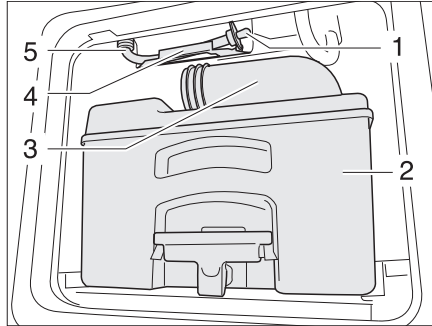

Fig. 276 Tuyau d'écoulement réservoir d'eau toilettes
- Vider la cassette (Fig. 276,2) dans une station d'évacuation autorisée et la nettoyer.
- Laisser la tubulure d'évacuation (Fig. 276,3) ouverte.
- Retirer le tuyau d'écoulement (Fig. 276,5) de son support (Fig. 276,4).
- Retirer le bouchon d'écoulement (Fig. 276,1) et laisser s'écouler le reste d'eau.